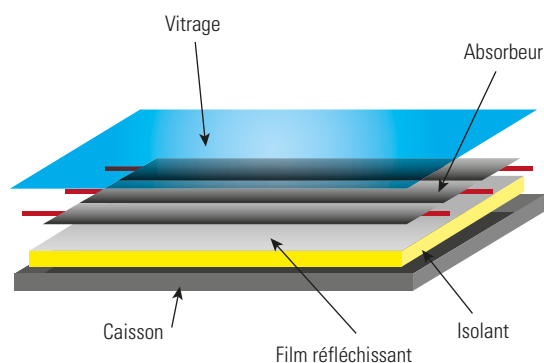

Fig. 4 Capteur thermique plan
- les capteurs plans (Fig. 4) comportent une surface plane absorbant la chaleur, au-dessus de laquelle est éventuellement (mais pas toujours) placé un vitrage. Généralement moins chers, certains ont, en plus, un rendement supérieur aux capteurs tubulaires, dans les conditions «faciles», à avoir un fort ensoleillement et une faible différence de température entre l'absorbeur et l'air ambiant. Ce type de capteur présente un bon rapport coût/performance, et est actuellement le plus utilisé.